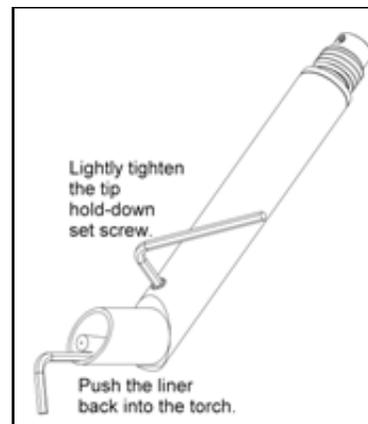

Рис. 5-4. ВСТАВКА ВКЛАДЫША В ГОРЕЛКУ
4. Немного подтяните установочный винт, удерживающий мундштук, и убедитесь, что он установлен так, как показано на рис. 5-4.